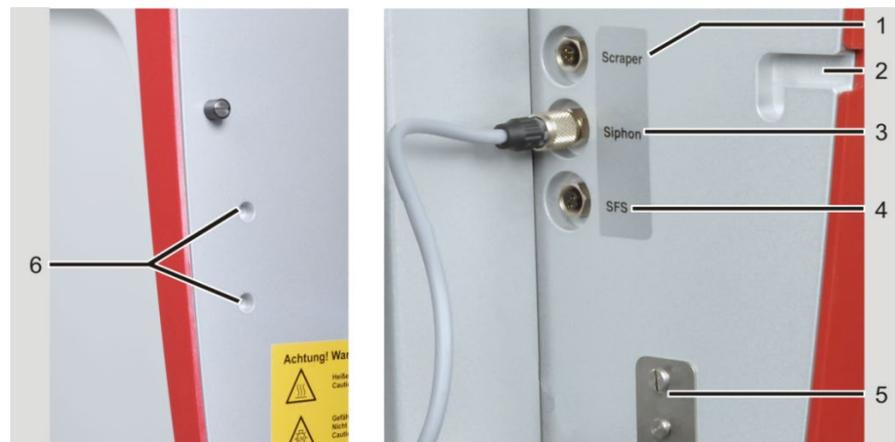

Fig. 40 Collegamenti sulle pareti del vano campioni
7. Inserire la spina del sensore del sifone nella presa sulla parete destra del vano campioni (3 in Fig. 40 S.68).
1. Agganciare il campionatore ai corrispondenti inserti del vano campioni (2, 6 in Fig. 40 S.68).